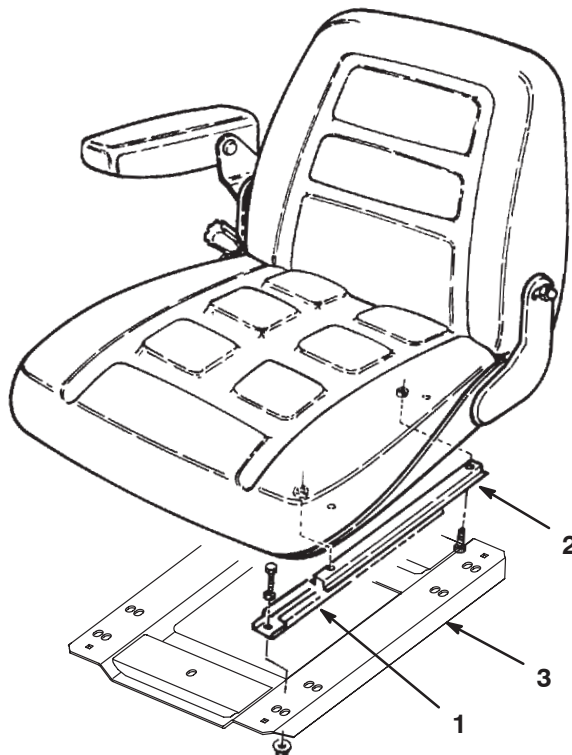

Figure 2
1. Retirez les attaches d'expédition qui fixent les glissières inférieures du siège aux glissières supérieures. Notez le sens de montage des glissières inférieures pour pouvoir les reposer correctement (Fig. 2).
2. Insérez les glissières inférieures dans les glissières supérieures (Fig. 2).
4. Fixez sans serrer les glissières au socle du siège avec les fixations fournies avec le siège (Fig. 2).